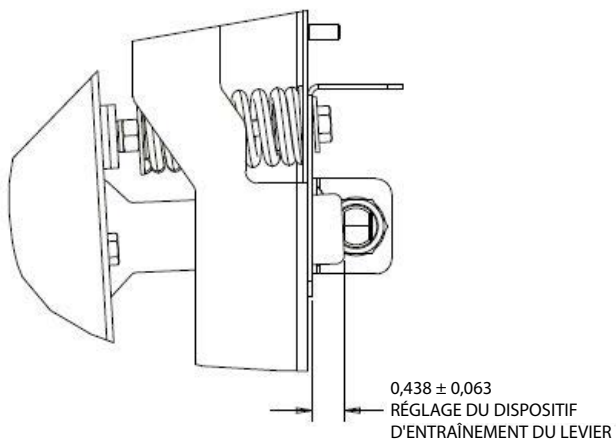

Fig. 50
5. Vérifiez la position de la plaque de l'actionneur antiblocage du convoyeur et le capteur de blocage pour vous assurer qu'ils sont positionnés tel qu'illustré ci-après et les réglez si besoin est (Fig. 50 et 51).